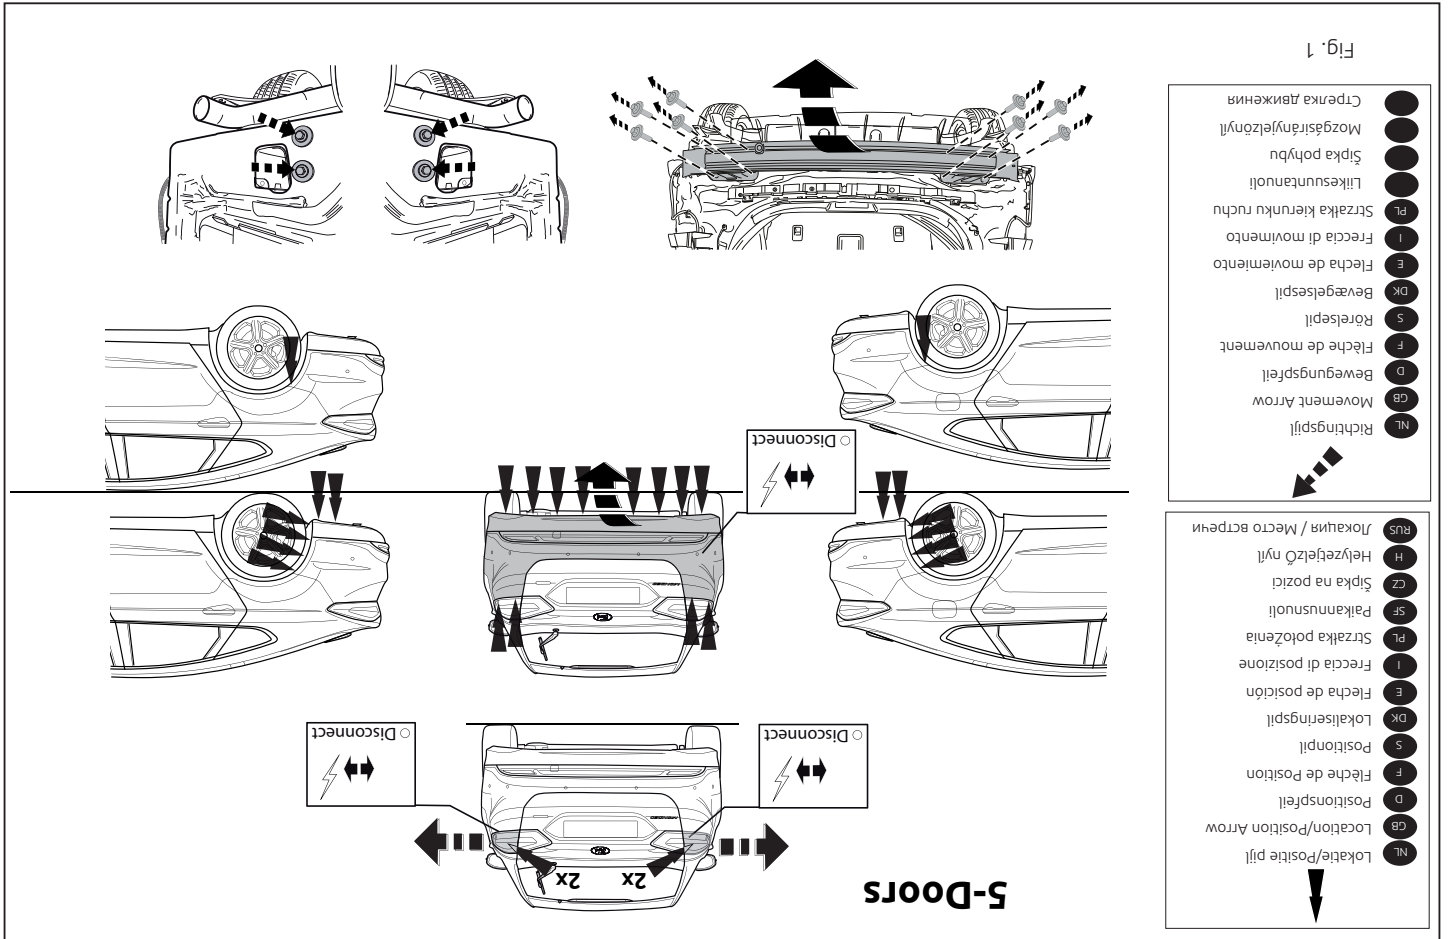

Fig. 1
1. Remove the bumper and the steel buffer beam from the vehicle. The buffer beam will no longer be needed. Replace the bolts and nuts. See figure 1, 1a.
1. Снять бампер вместе со стальным буферным брусом автомобиля. Буферный брус больше не понадобится. Поставить болты и гайки на место. См. рисунок 1, 1а.
1. Die Stoßstange einschließlich des stählernen Stoßbalkens vom Fahrzeug abmontieren. Der Stoßbalken wird nicht mehr benötigt. Schrauben und Muttern wieder anbringen. Siehe Abbildung 1, 1a.